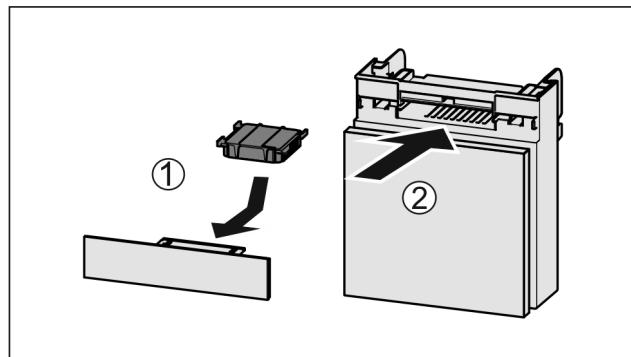

Fig. 51
- Vložte aktívny uhlíkový filter podľa obrázka Fig. 51 (1).
- Zasuňte zásuvku Fig. 51 (2).